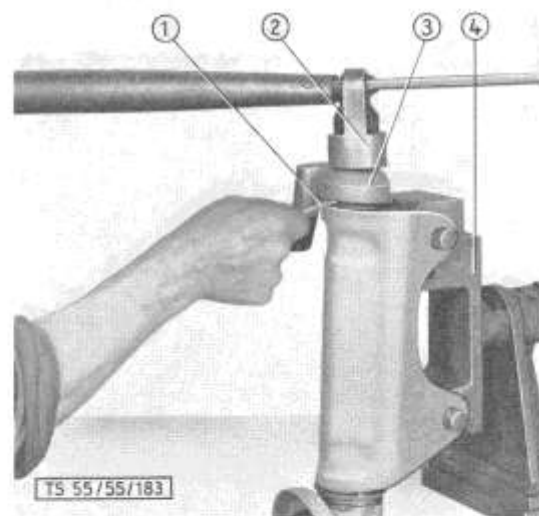

Bild 176: Einstellen des Lenkhebelspieles
4. Der geriffelte Sitz des Lenkhebels auf der Achswelle ist leicht konisch gefertigt. (Ungefähr 1°.) Das Spiel zwischen oberer Scheibe und Lenkhebel soll nicht größer als 0,1—0,15 mm sein und wird durch mehr oder weniger starkes Festziehen der Kronenmutter eingestellt (Bild 176).